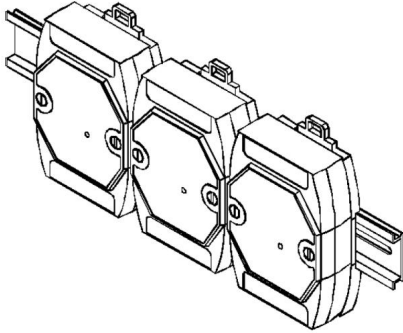
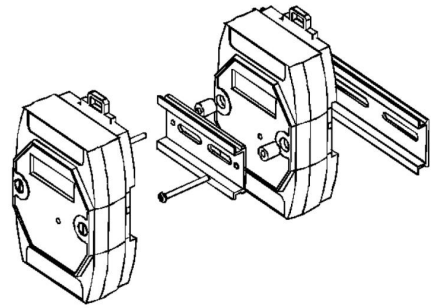

图 15
图 16
DAM-3509 (T) 系列模块可方便的安装在 DIN 导轨、面板上 (如图 15), 还可以将它们堆叠在一起 (如图 16), 方便用户使用。信号连接可以通过使用插入式螺丝端子, 便于安装、更改和维护。